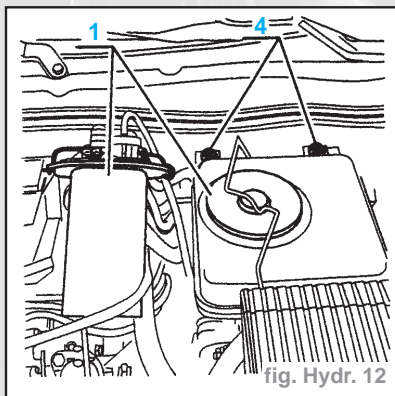

fig. Hydr. 12
- Déposer l'agrafe (2).
- Sortir le bloc central du réservoir et le placer dans un protecteur (fig. Hydr. 12).
- Déposer les deux fixations (4).
- Poser les fixations (4) (fig. Hydr. 12).